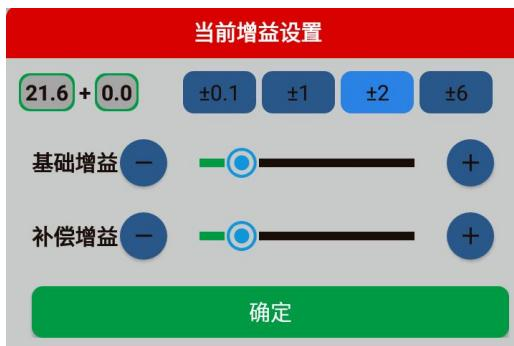

图 2.4 增益参数设置界面
- 4) 点击参数调节区中的【范围】、【平移】、【当前增益】等参数键，仪器会弹出对应参数的设置界面，例如：图 2.4 所示为增益参数设置界面。在参数